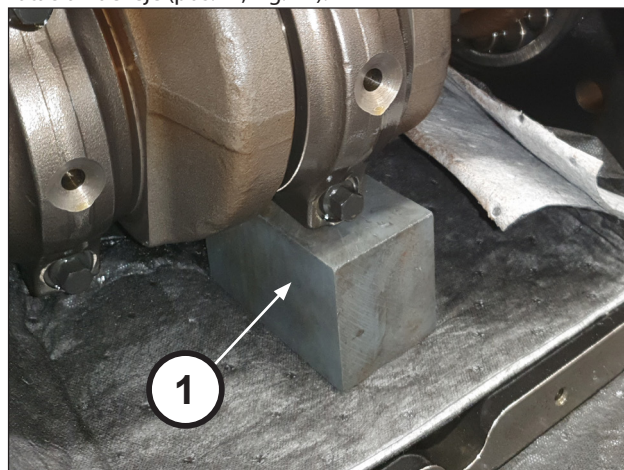

Fig. 21
Introducir un espesor debajo de la biela para bloquear la rotación del eje (pos. ①, Fig. 21).